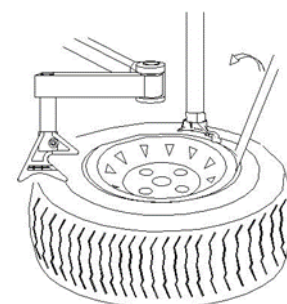
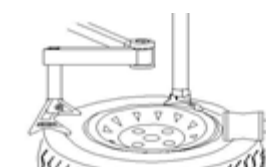

Bild 13
Bild 14
- a) Rör monteringshuvudet nära fälgens kant, runda hjälparmen för att få däckvikthuvudet ovanför däckets och tryck på knappen för att lägga rullarna ned emot däckets. Sätt däckjärnen i springan som kom mellan däckets och fälgen, och lyft däckets klinch på monteringshuvudet med däckjärnen (**Bild 13, Bild 14**).